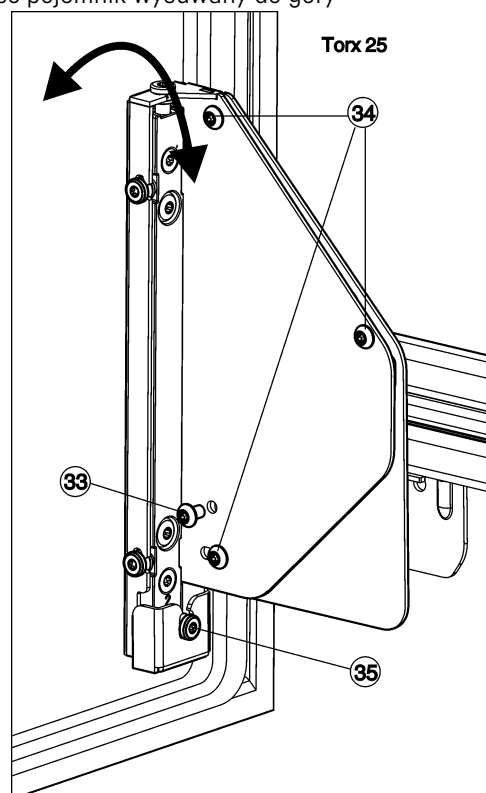

Fig. 26
- ▶ Śrubę Fig. 26 (33) całkowicie wykręcić.
- ▷ Śrubę Fig. 26 (33) należy wyrzucić, nie będzie już potrzebna.
- ▶ Śruby Fig. 26 (34) należy poluzować o 1 lub 2 obroty.
- ▶ Śrubę przestawną Fig. 26 (35) obrócić. Zgodnie z kierunkiem ruchu wskazówek zegara: drzwi u góry odchylają się od korpusu urządzenia. Przeciwnie do kierunku ruchu wskazówek zegara: drzwi u góry nachylają się do urządzenia a na dole odchylają się od korpusu urządzenia.
- ▶ Po zakończeniu regulacji nachylenia wszystkie śruby Fig. 26 (34) ponownie mocno dokręcić.